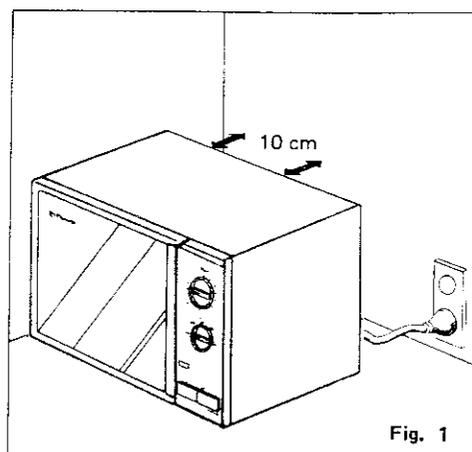

Fig. 1
2. Des orifices sont pratiqués à l'arrière de l'appareil pour permettre un refroidissement et une circulation d'air appropriés dans la cavité du four. Afin d'obtenir une meilleure ventilation, il est recommandé d'installer l'appareil à environ 10cm du mur. (Fig. 1)